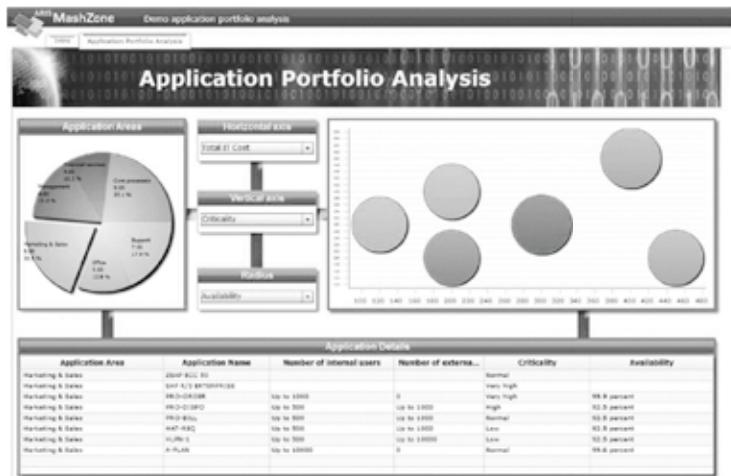

图3-6：管理仪表盘2
- 管理角色** - CIO、CTO、IT总监和项目经理属于此类别，他们使用EA信息，分析、评估、监控并且作出决策。(见图3-6)